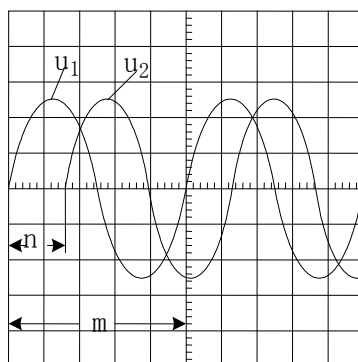

图 2 测量两正弦交流电的相位差
5) 确定两个被测信号的相位差。如图 2 所示, 测出信号波形一个周期在 X 轴方向所占的格数  $m$  (5 格), 再测出两波形上对应点(如过零点)之间的水平格数  $n$  (1.6 格), 则  $u_1$  超前  $u_2$  的相位差角